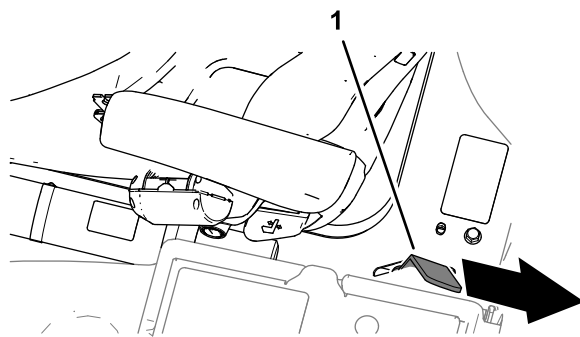

Figura 44
- Abbassate completamente la piattaforma e spostate la maniglia di fermo verso la parte posteriore della macchina fino a quando il fermo non si innesta completamente sulla barra di bloccaggio (**Figura 44**).